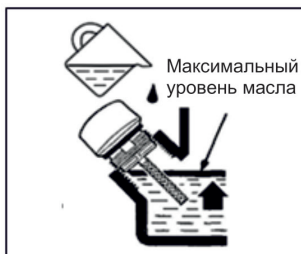

Рис. 24
6. Установите генератор на горизонтальной поверхности и залейте новое моторное масло рекомендованное производителем до нижней кромки маслозаливной горловины (рис. 24);